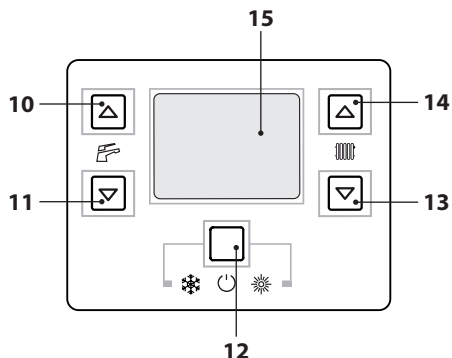

Figura 6.5
- Tenere premuto per 2 secondi il tasto 12 fino a far apparire sul display entrambe i simboli  e . Figura 6.5.
- Spegnerne la caldaia tenendo premuto per 2 secondi il tasto 12 (Figura 6.5) fino a far apparire sul display LCD il simbolo  (i trattini vengono accesi in sequenza per simulare uno scorrimento) (Figura 6.4).